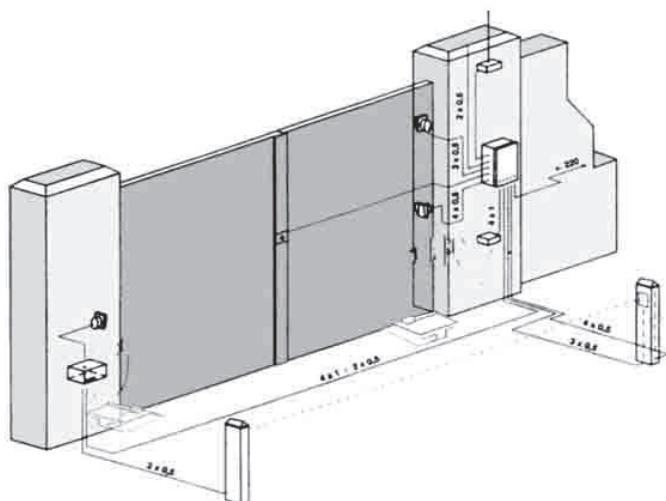

Fig.7
6. PRÉPARATION DES «ELECTRIQUE (FIG. 7)
Préparez-vous à l'installation électrique de la Fig.7 par la réglementation en vigueur pour les installations électriques.
Les principaux composants d'automatisation sont (Fig. 7):